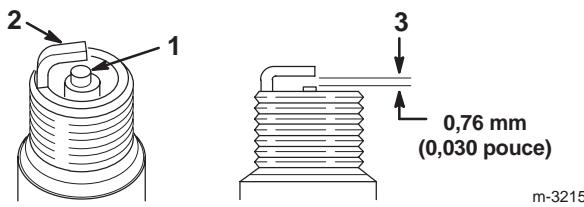

Figure 45
- Inspectez le centre des bougies (Fig. 45). Si le bec de l'isolateur est recouvert d'un léger dépôt gris ou brun, le moteur fonctionne correctement. S'il est couvert d'un dépôt noir, c'est généralement signe que le filtre à air est encrassé.
- Contrôlez l'écartement entre l'électrode centrale et l'électrode latérale (Fig. 45). Courbez l'électrode latérale (Fig. 45) si l'écartement est incorrect.